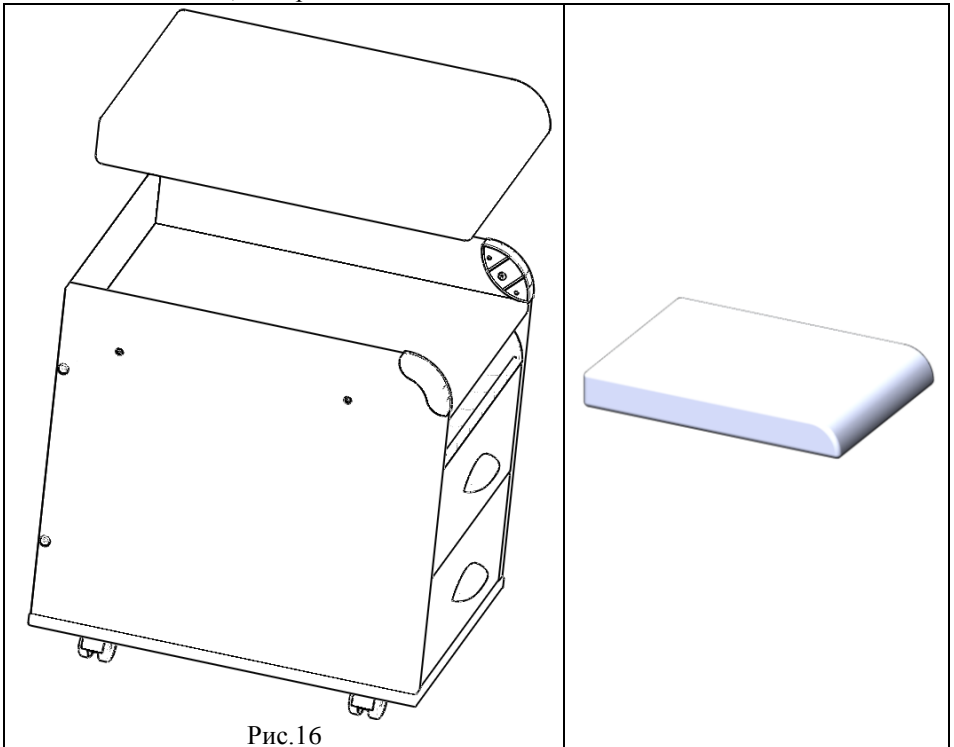

Рис.16
5.3.2. В сборку по п.5.3.1. установить ТУВ.10.090. Пуф (поз. 13, упаковочное место 1), см. рис. 16